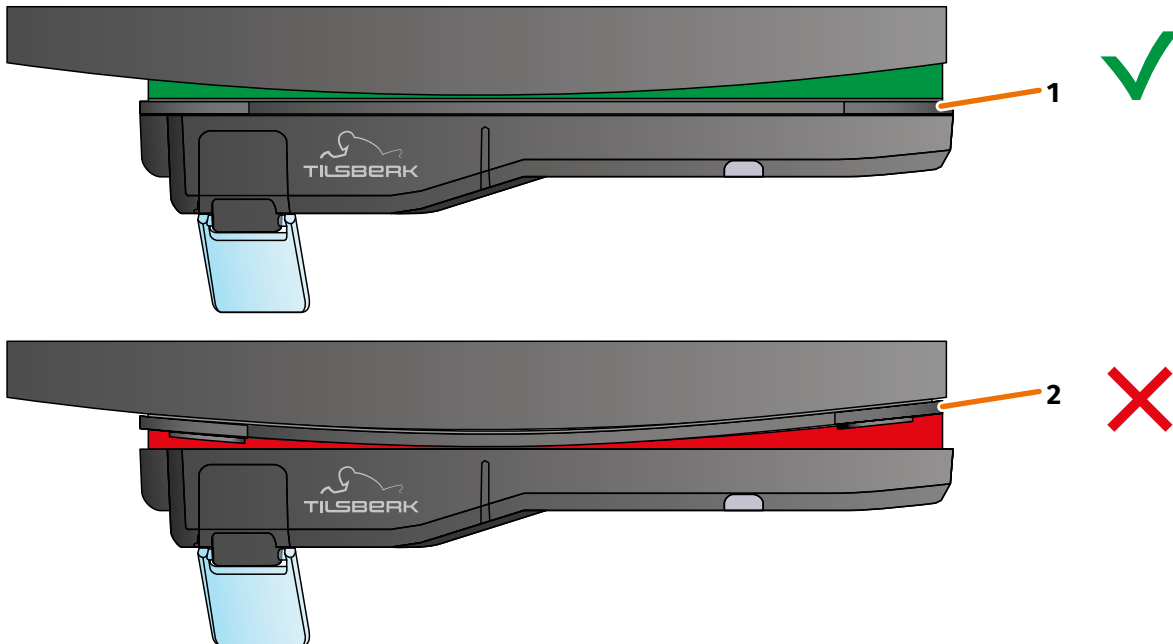

ABBILDUNG 11 // Beispiel: gerade und gekrümmte Montagefläche
5. Überprüfe, ob der Helmadapter korrekt am Helm anliegt. Befestige dafür das TILSBERK HUD Modul mit den Magneten am Helmadapter. Das TILSBERK HUD Modul muss vollständig am Helmadapter anliegen (ABBILDUNG 11/1). Zwischen TILSBERK HUD Modul und Helmadapter darf kein Spalt zu sehen sein (ABBILDUNG 11/2a). Eine leichte Krümmung der Montagefläche kann durch das Klebepad ausgeglichen werden (ABBILDUNG 11/1a).